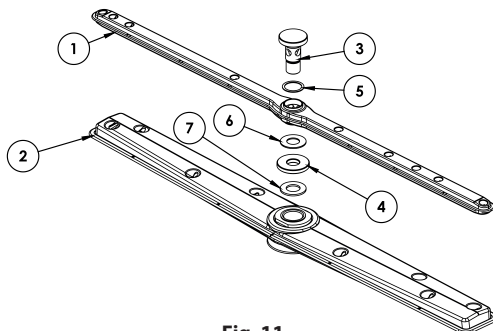

Fig. 11
- Quitar los brazos de lavado (Fig. 11) (parte inferior y superior 1 y 2) aflojando los tornillo (3) y límpielos bajo el agua corriente